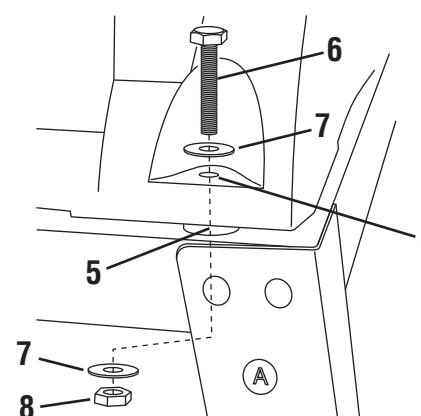

FIG. 26
1. Place the table saw onto the assembled leg stand so that the four (4) mounting holes **4** in the base of the saw are over the four (4) mounting holes in the front and rear top plates **5** (Fig. 26).
2. Secure the table saw to the leg stand using four (4) bolts **6**, washers **7**, and lock nuts **8**.
- Placez la scie de table sur le support assemblé de façon que les quatre (4) trous de montage **4** de la base de la scie soient situés au-dessus des quatre (4) fentes de montage des deux plaques supérieures longues **5** (Fig. 26).
- Assujettissez la scie de table sur le support à quatre pieds en utilisant quatre (4) boulons **6**, rondelles **7** et contre-écrous **8**.
- Coloque la sierra de mesa sobre la base de soporte con patas ensamblada, de manera que los cuatro (4) agujeros de montaje **4** ubicados en la base de la sierra estén sobre las cuatro (4) ranuras de montaje ubicadas en las dos placas superiores largas **5** (Fig. 26).
- Sujete firmemente la sierra de mesa a la base de soporte con patas utilizando cuatro (4) pernos **6**, arandelas **7** y tuercas de fijación **8**.